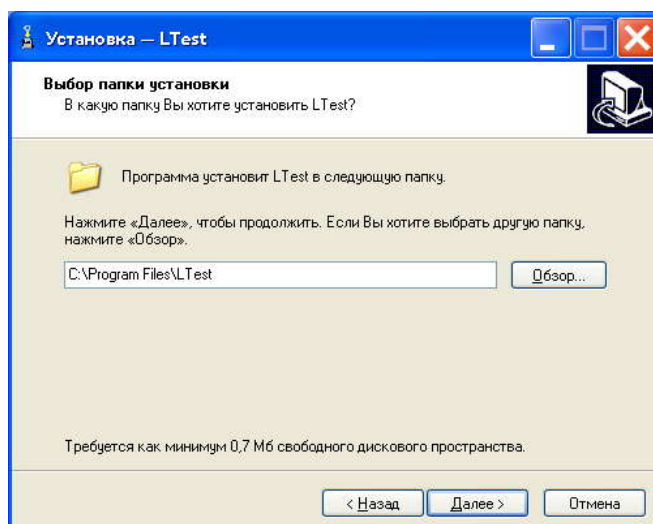
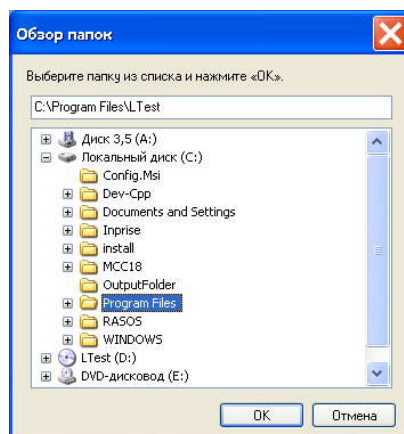

Рисунок 4 – Выбор пути установки
Рисунок 5 – Окно "Обзор папок"
3. В появившемся окне (рисунок 4) следует указать путь для установки программы. Для этого следует щелкнуть левой клавишей мыши по кнопке **Обзор**. В появившемся окне (рисунок 5) указать нужную папку и нажать кнопку **ОК**. По умолчанию программа установится в папку "Program Files\LTest", расположенную на системном диске. После выбора пути следует нажать кнопку **Далее** и перейти к следующему этапу установки.